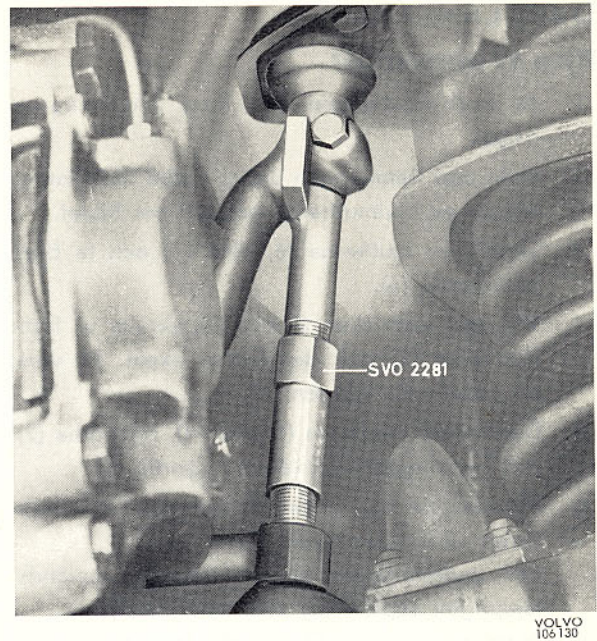

Bild 30. Demontering av nedre kullad
4. På vagnar med skivbroms lossas bromsledningen från hållare och pluggas. Anbringa verktyg SVO 2281 i spindeln som framgår av bild 30. Eventuellt måste därvid hållaren för bromsledningen böjas något åt sidan. Vrid verktygets mutter tills verktyget börjar spänna. Därefter vrids muttern tills kulladen lossnar, dock högst 1 1/2 varv. Sitter kulladen så hårt att den inte lossar vid denna vridning, slå några lätta slag med hammare och mothåll på spindelns kulladsfäste.